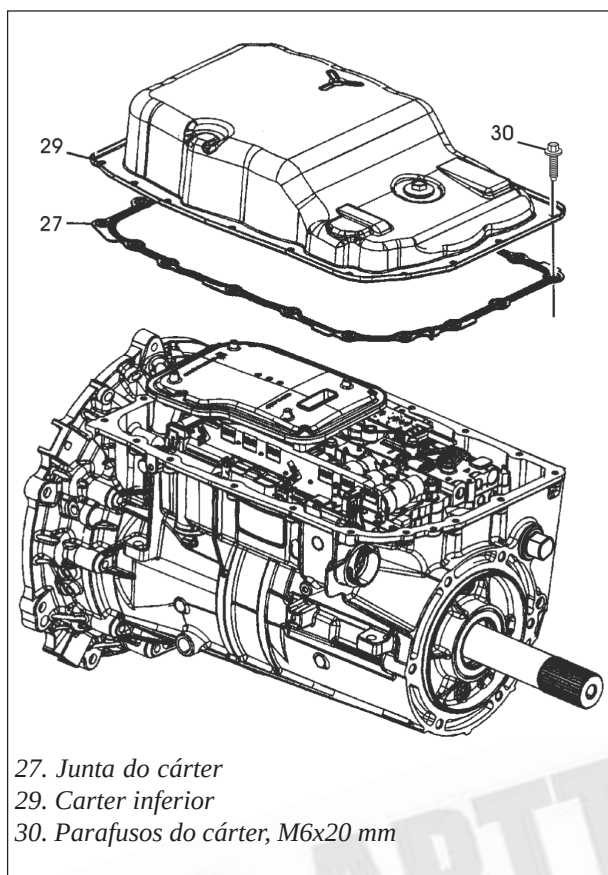

Figura 176
49. Instale uma nova junta do cárter, conforme mostra a figura 176.
50. Instale o cárter inferior, conforme mostra a figura 176, e instale seus dezoito (18) parafusos de fixação.